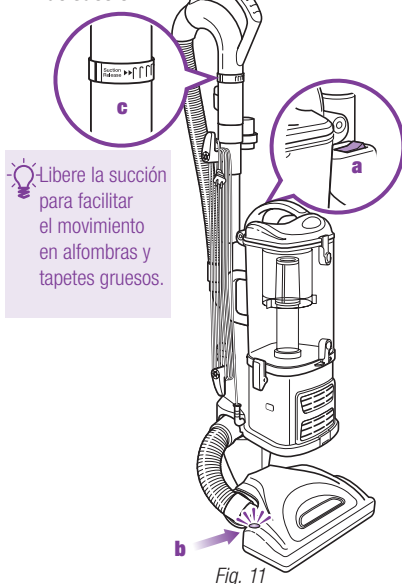

Fig. 11
- 3 Coloque la llave de encendido (a) en la posición 'I' para aspirar pisos lisos (succión únicamente) o en la posición 'II' para encender el cepillo eléctrico para pisos (para aspirar alfombras y tapetes). (Fig. 11)
¡ IMPORTANTE: La luz indicadora del cepillo eléctrico (b) se encenderá verde sólido cuando el cepillo eléctrico esté encendido, o rojo si está trabado. (Fig. 11) Esta función está diseñada para proteger la correa permanente que mueve el cepillo eléctrico. Consulte 'Verificación de obstrucciones' en la página 48.